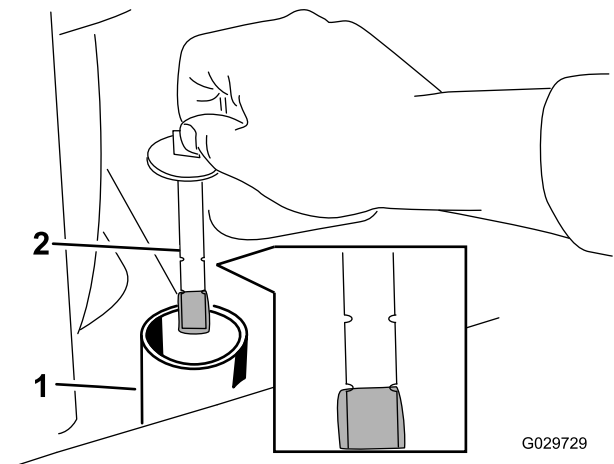

Bild 57
4. Entfernen Sie den Deckel des Hydraulikbehälters und den Peilstab (Bild 57).